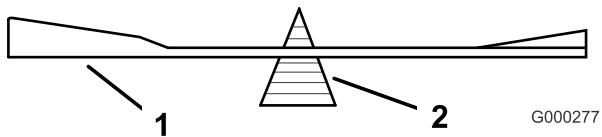

Figura 74
2. Verifique el equilibrio de la cuchilla colocándola sobre un equilibrador de cuchillas (Figura 74).